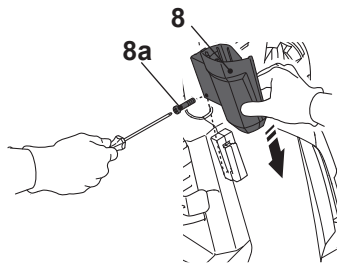

Fig. 1
1. Deslice el soporte de la pistola (8) hasta el producto y fíjelo con el tornillo (8a) (Fig. 1).